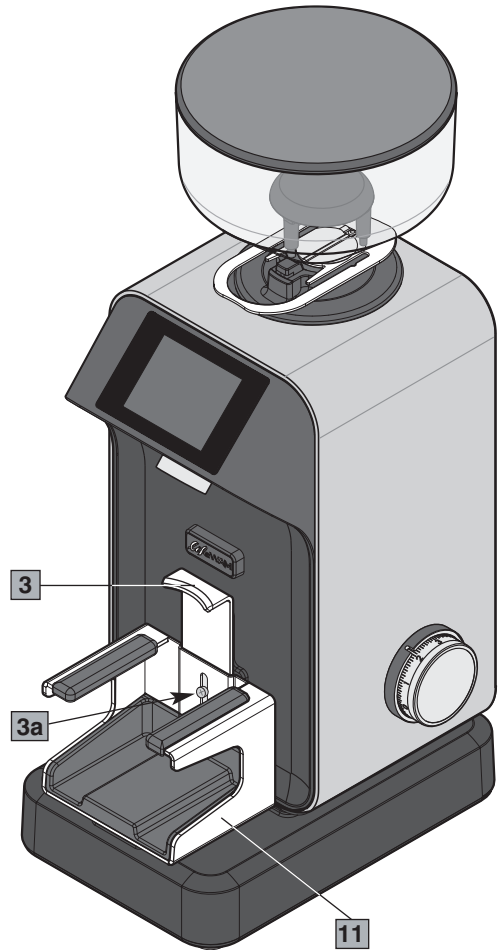
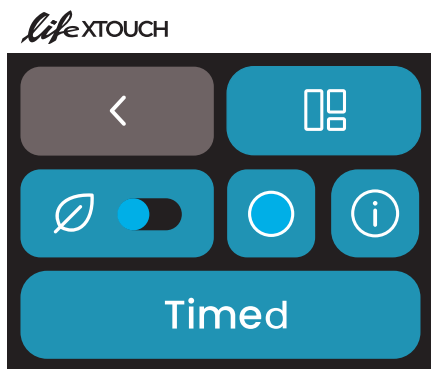

Fig. 5
Fig. 6
### Componenti principali (Fig. 1, Fig. 2, Fig. 3, Fig. 4, Fig. 5, Fig. 6)
- 3 Secondo il modello, posizionare la coppa porta-filtro sopra la forcilla (2 Fig. 1) oppure sopra la cella di carico (11 Fig. 5) bloccandola sotto il supporto (3 Fig. 1 - 3 Fig. 5) preventivamente regolato in base al modello della coppa porta-filtro utilizzata.